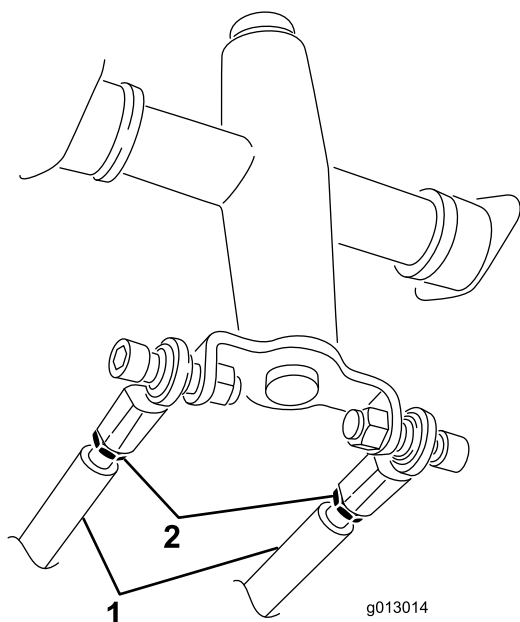

Figura 63
3. Afloje las contratueras de las varillas de tracción, debajo del panel de control (Figura 63).